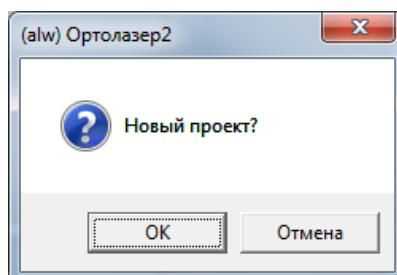

Рис. 37 Приглашение создать новый проект
- Очистите текущий проект, выбрав пункт главного меню «Проект/Очистить...» и подтвердив создание нового проекта в появившемся окне (Рис. 37):